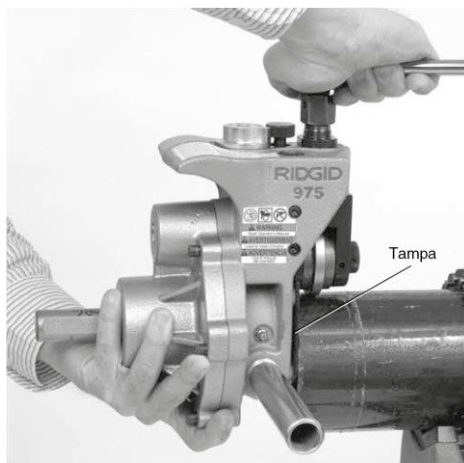

Figura 14 – Segurando a ranhuradora de tubos combinado enquanto aperta o parafuso de avanço
3. Segure a ranhuradora de tubos com firmeza. Não levante com a catraca. Coloque o eixo de acionamento no tubo e assegure-se de que a tampa esteja justa na ponta do tubo (Figura 14). Aperte o parafuso de avanço para fazer com que o rolete de ranhura entre em contato com a parte externa do tubo. Depois de apertar manualmente o parafuso de avanço, use a catraca para apertar o parafuso de avanço mais ¼ de volta. Confirme se a ranhuradora de tubos está fixo firmemente ao tubo e se a tampa está apoiada na ponta do tubo. Caso contrário, repita o procedimento. Assegure-se sempre de que o ranhurador esteja preso quando for usado em um local fixo para prevenir quedas.